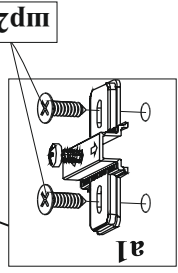

Рис. 2
5.2. В отверстия diam. 8 мм на торцевых краях плит 2 вставить шканты ш1 (рис.2).
5.3. На внутреннюю поверхность боковых стенок 1 в отверстия диаметром 5 мм установить поддержатели п1 с помощью молотка (рис.2).